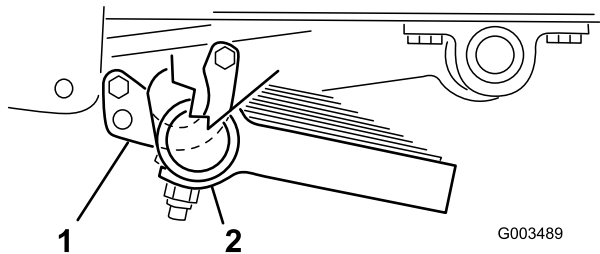

Figure 12
3. Fixez l'avant de chaque étrier au tube avec un boulon (5/16 x 1 po) et un contre-écrou (5/16 po) (Figure 12).